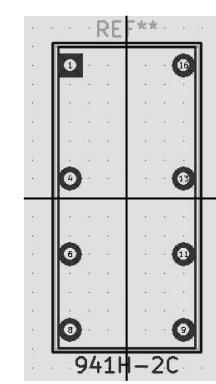

図 14-6
(5) 外形線等の描画 右図 14-6
① グリッドを 0.1000mm(3.94mils) にします。
② 図形ラインを全部削除します。ショートカット[Del]
③ 右ツールバー 「図形ライン（またはポリゴン）を追加」を選択します。
④ レイヤー F.Fab を選択します。（部品実寸）
⑤ 次の座標を 4 隅とする四角形を描きます。 (dx,dy)